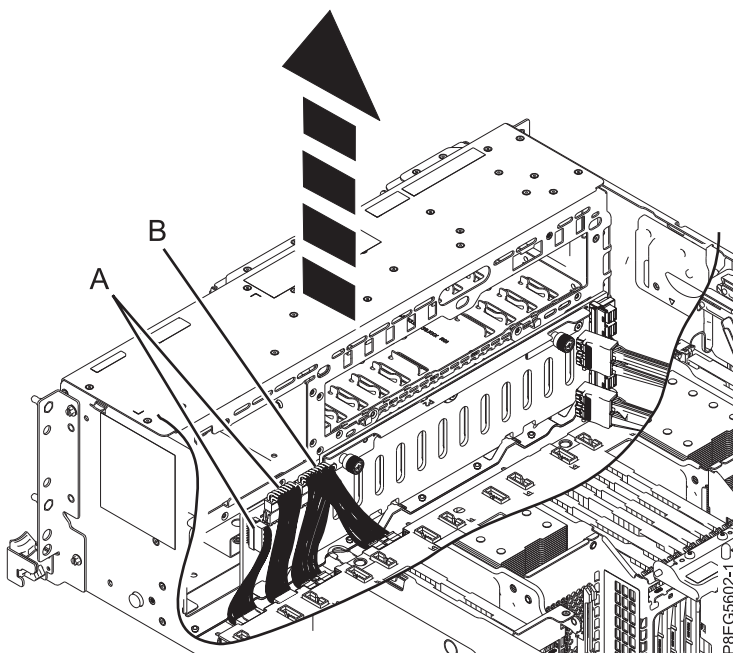

Abbildung 4. Abziehen der Netzkabel, Signalkabel und Steuerkonsolenkabel von der Plattenlaufwerksrückwandplatine
5. Beschriften Sie die Signalkabel und die Steuerkonsolenkabel (**A**) sowie das Y-Netzkabel (**B**) und ziehen Sie sie von der Plattenlaufwerksrückwandplatine ab (wie dargestellt in Abb. 4).